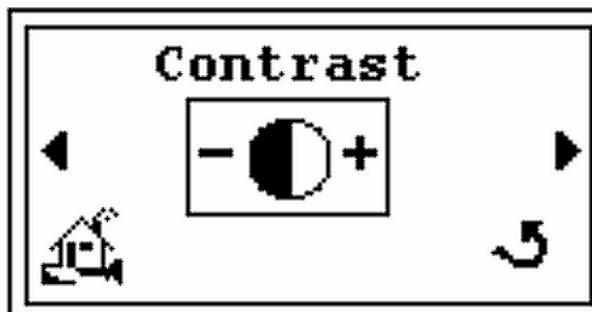

Figure 2-47 Contraste – Ecran initial
4. Presser  et l'écran de *Contraste* apparaît (Figure 2-47).